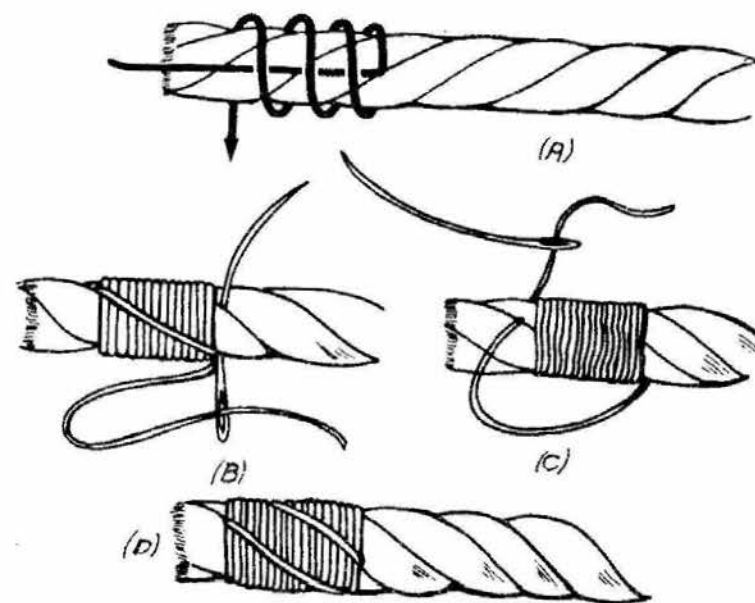

Fig. 8 Surliure à l'aiguille
- la surliure à l'aiguille (fig. 8): excellente surliure permanente même si les cordages sont battus par le grand vent. Après avoir fait quelques tours pour envelopper l'extrémité de la corde (fig. 8A), faites des tours en diagonale qui épousent les sillons entre les torons (fig. 8D) en passant la ficelle à travers un toron entre chaque tour avec une aiguille (fig. 8B-D). Pour finir, coudre la ficelle dans la corde.